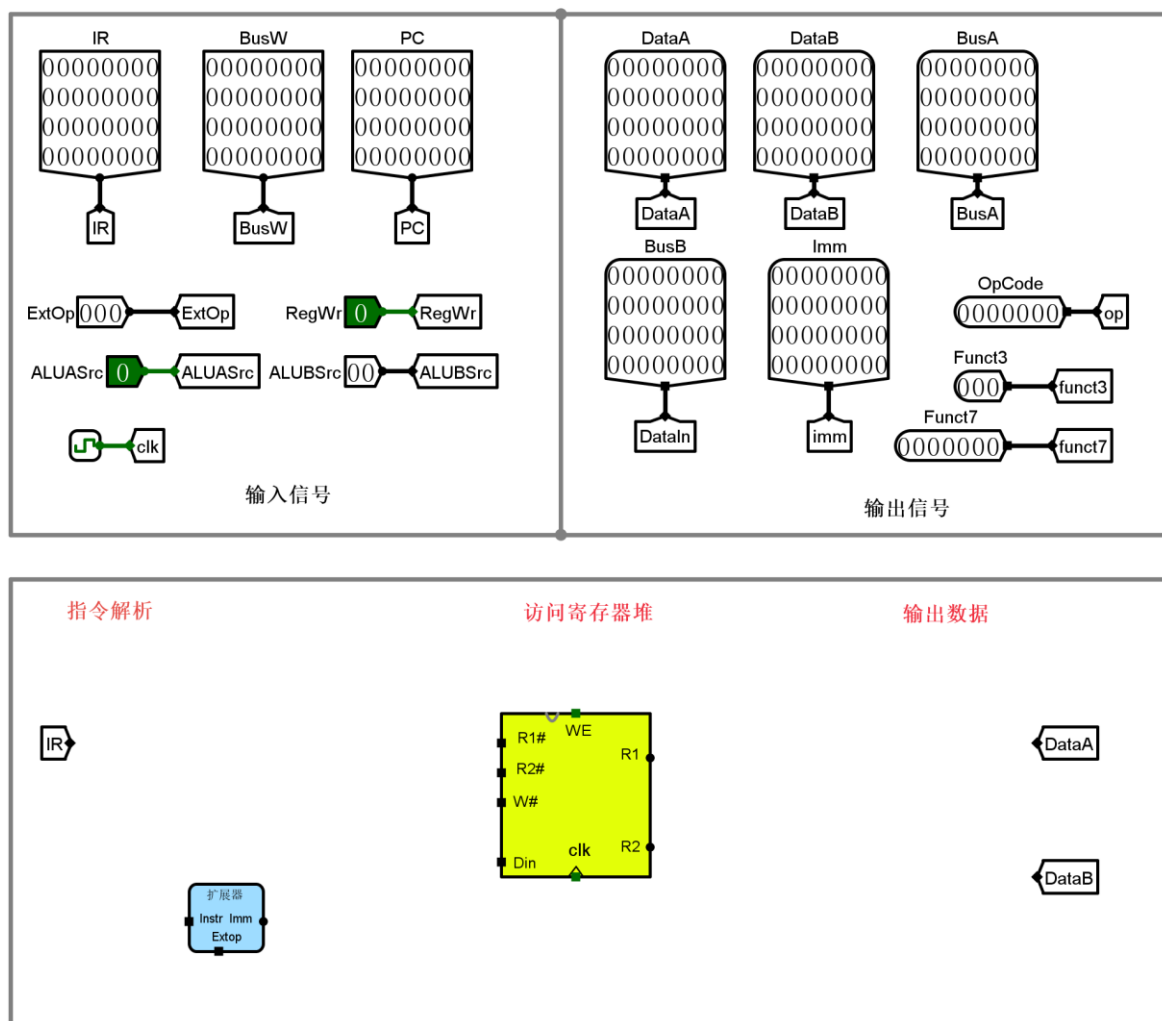
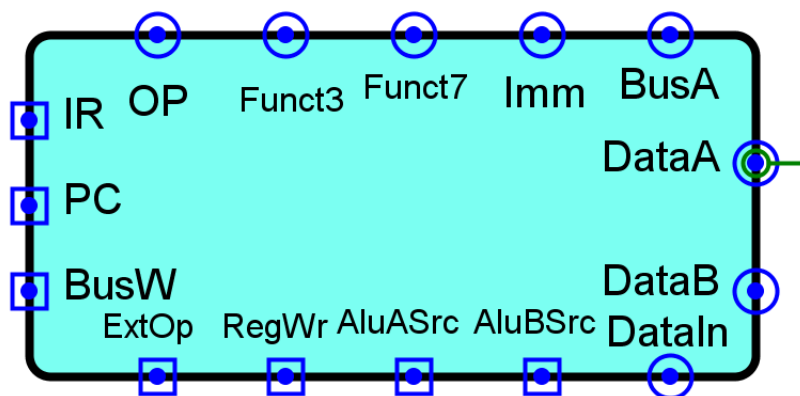

图 5.17 IDU 取操作数部件布局引脚图
图 5.18 IDU 取操作数部件封装图
3) 设计“IDU”子电路。首先根据图 5.11 所示的指令字段的位置分布, 将输入指令分解出 opcode、rd、funct3、rs1、rs2 和 funct7 字段, 并通过立即数扩展器得到 32 位的立即数, 根据 rs1 和 rs2 的读取寄存器堆中相应编号寄存器中的数据, 输出到 BusA 和 BusB 两个端口, 并根据控制信号 ALUASrc 和 ALUBSrc 选择 ALU 的两个操作数。ALUASrc 宽度为 1 位, 选择 ALU 输入端 A 的来源, 为 0 时选择 BusA, 为 1 时选择 PC。ALUBSrc 宽度为 2 位, 选择 ALU 输入端 B 的来源。为 00 时选择 BusB, 为 01 时选择常数 4 (用于跳转时计算返回地址 PC+4), 为 10 时选择立即数 Imm。此处需要调用实验 3 中实现的寄存器堆子电路, 在 Logisim 项目中选择加载 Logisim Library 命令, 加载实验 3 的电路设计文件 lab3.circ。由于在 RSIC-V 架构中, 0 号寄存器硬设计为零, 因此需要修改寄存器堆子电路, 使得 0 号寄存器始终为 0。在 Logisim 中添加一个名为“IDU”的子电路, 双击该子电路名称, 在右侧工作区中构建相应电路。引脚布局如图 5.17 所示, 在工作区中添加指令输入引脚、立即数扩展器子电路、寄存器堆子电路、多路选择器、输出引脚和隧道等组件; 修改组件属性, 进行线路连接, 添加标识符和电路功能描述文字。改变输入指令及控制信号的输入数据, 观察输出信号值, 记录测试数据, 验证电路的正确性。封装子电路如图 5.18 所示, 保存电路设计文件。